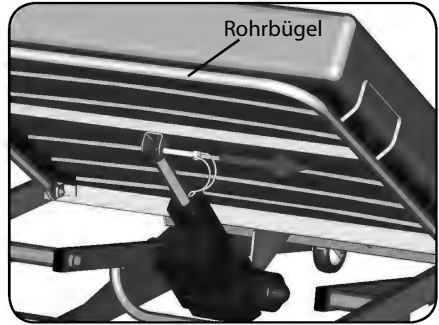

Abb. 8.7.01 - Rohrklappstecker zur Notabsenkung
2. Dazu hebt der erste Anwender das Rückenteil am Rohbügel des Rückenteils leicht an und hält es in dieser Stellung fest (Abbildung 8.7.01). Der zweite Anwender unterstützt den ersten Anwender bei Bedarf.
3. Der zweite Anwender klappt den Sicherheitsbügel des Rohrklappsteckers um und zieht diesen daran heraus (Abbildung 8.7.01). (Der Antrieb ist getrennt und schwenkt nach unten weg. Das Rückenteil wird nun nicht mehr vom Antrieb gehalten.)